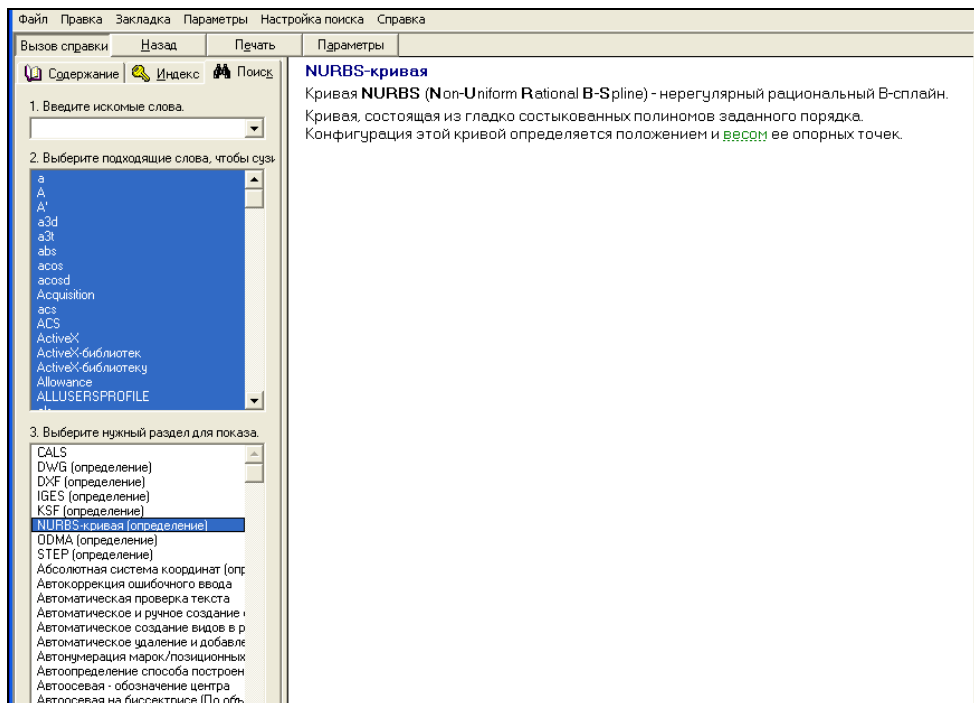

Рис. 18.5. Справочная система с открытой вкладкой Поиск
**Продолжить**, и система загрузит систему диалоговых окон, в которые вы вводите нужную информацию (рис. 18.5);